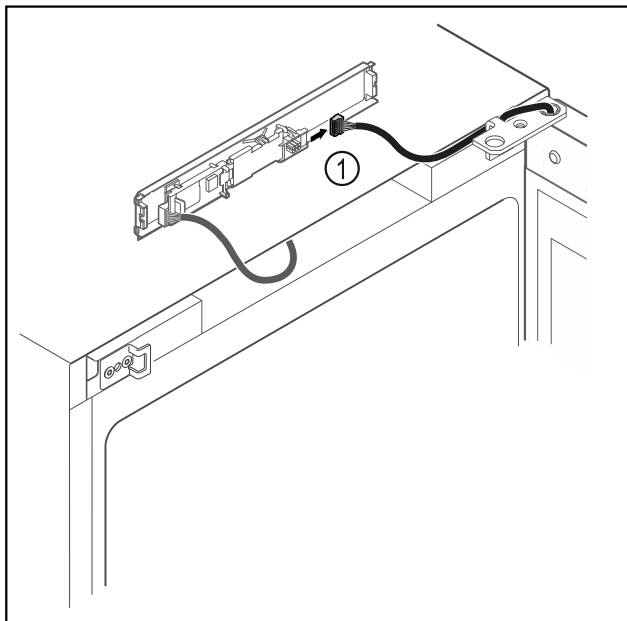

Fig. 16
- Αποσυνδέστε το φιν Fig. 16 (1) από την πλακέτα.